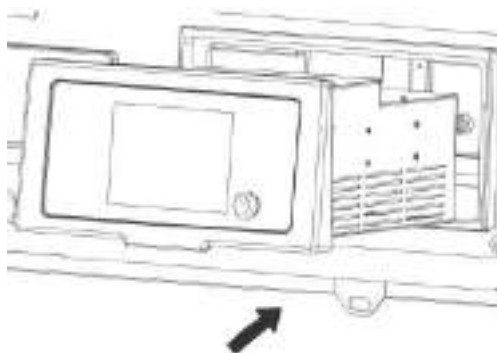

Figura 222 – Módulo do painel – para incubadora com corpo em plástico de engenharia
- Para fixar o painel novamente, encaixe-o na abertura da caixa externa, apoiando sobre o suporte do painel (1), empurre-o até o final, conforme figura 222.